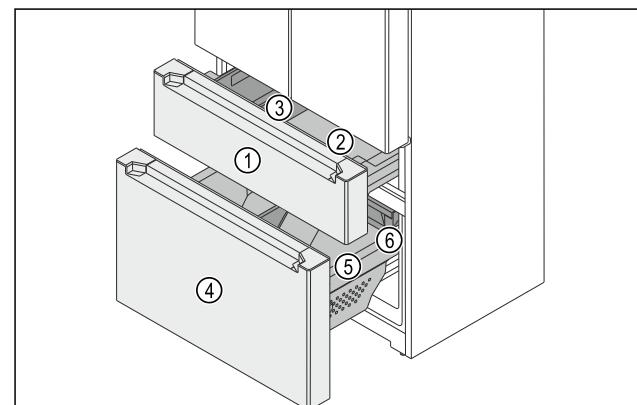

Fig. 148 Auszugswagen Gefrierteil
Das Gefrierteil besteht aus zwei Auszugswägen. Im oberen Auszugswagen Fig. 148 (1) sind ein Behälter Fig. 148 (2) und eine FlexBox Fig. 148 (3). Im unteren Auszugswagen Fig. 148 (4) sind ein großer Behälter Fig. 148 (5) und ein Schubfach Fig. 148 (6). Sie können die Behälter im oberen und unteren Auszugswagen zur Reinigung entnehmen.